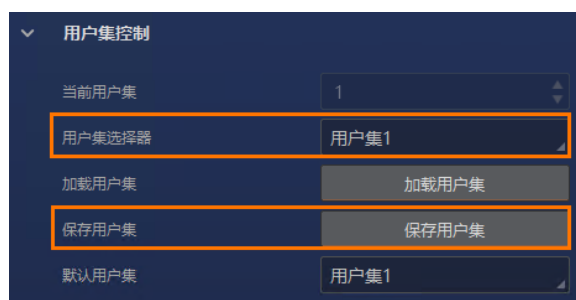

图5-18 保存参数设置
- 保存参数：修改参数后，通过**用户集选择器**参数下拉选择其中一套用户集参数，点击**保存用户集**，即可将参数保存到用户参数中，如**图 5-18**所示。